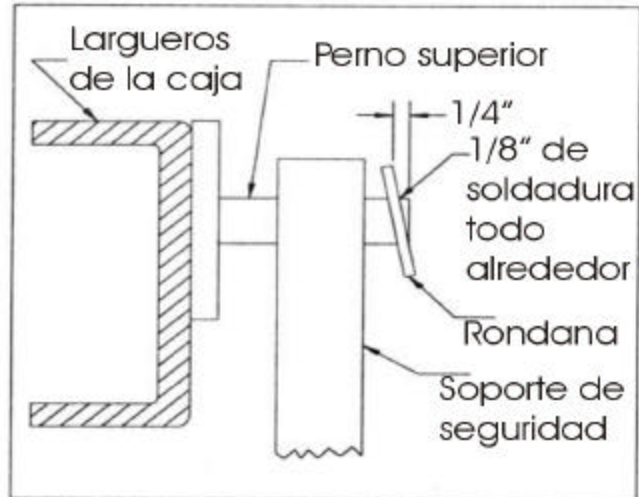

Figura 19: ensamblaje del poste de seguridad.
3. Ensamble las rondanas y el soporte de seguridad en el perno superior y suelde como se muestra en la figura 19.